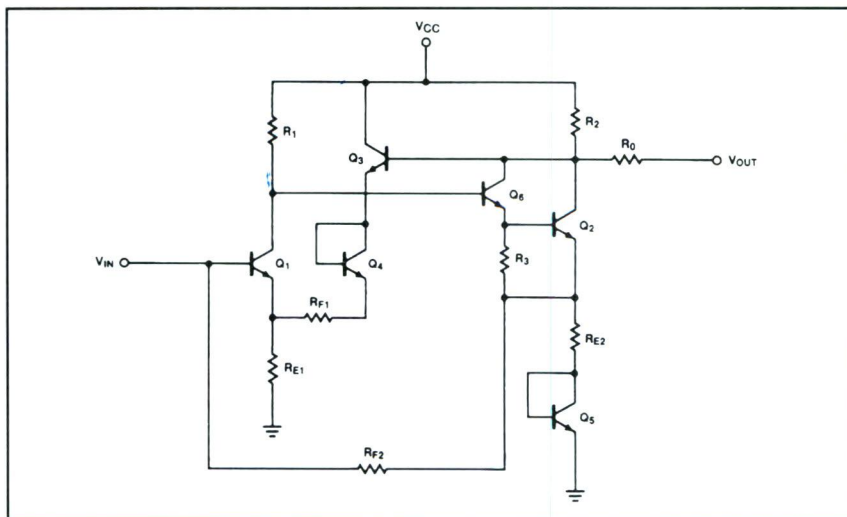

Figura 2. Circuito interno equivalente del SE5205.
mici e l'alto costo dei componenti. L'NE/SA/SE 5205 risolve tutto incorporando un amplificatore a larga banda in un unico chip monolitico, lo schema interno equivalente è riportato in **Figura 2**. Il componente è ben adattato alle impedenze d'ingresso/uscita di 50 o 75 Ω . Il rapporto di onde stazionarie nei sistemi a 50 e 75 Ω non supera 1,5 sia all'ingresso che all'uscita, dalla continua al limite della larghezza di banda a -3 dB. Trattandosi di un piccolo integrato monolitico, risultano minimizzati i problemi come la capacità dispersa. Le dimensioni esterne sono talmente ridotte che il componente trova posto in un contenitore molto piccolo (SO) ad 8 piedini, riducendo così ulteriormente l'influenza degli effetti parassiti.